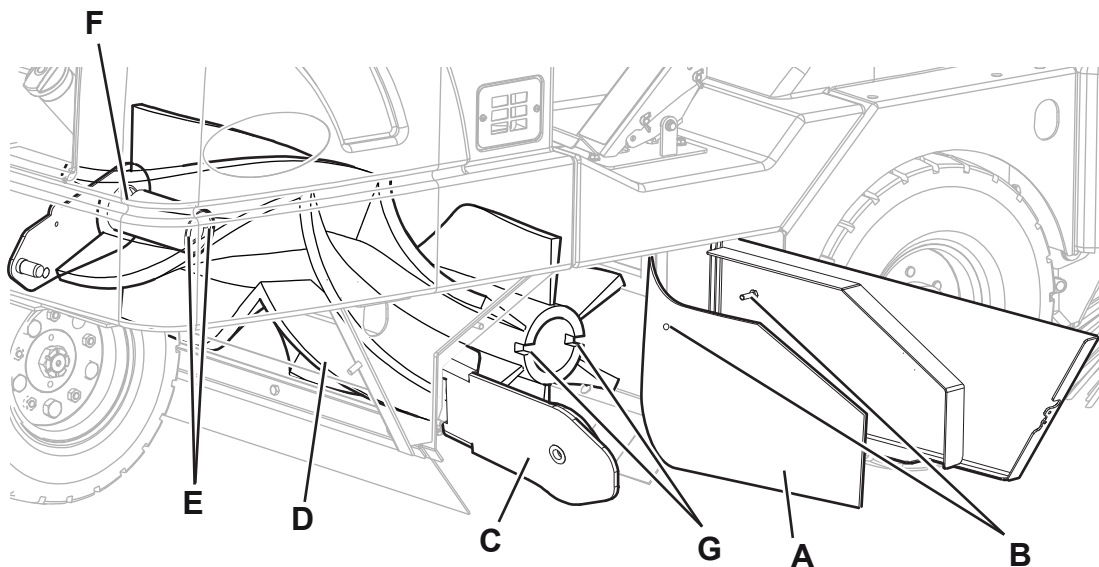

Рис. 3
3. Поверните ключ зажигания (57) и запустите машину.
4. Опустите основную щетку с помощью рычага (53).
5. Поверните ключа зажигания (57) в положение «О», чтобы заглушить машину.
6. Откройте правую панель (18).
7. Отведите в сторону правую юбку (А, Рис. 3) и зафиксируйте ее с помощью штыря (В).
8. Откройте блок маятникового рычага (С), чтобы получить доступ к основной щетке (D).